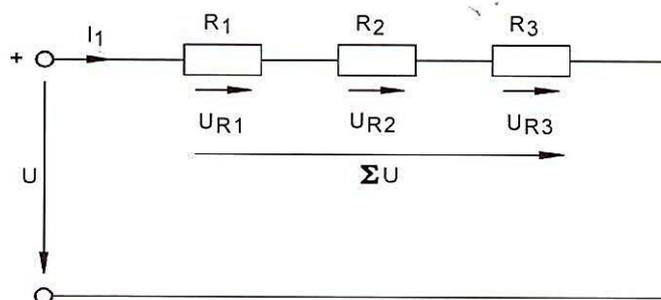
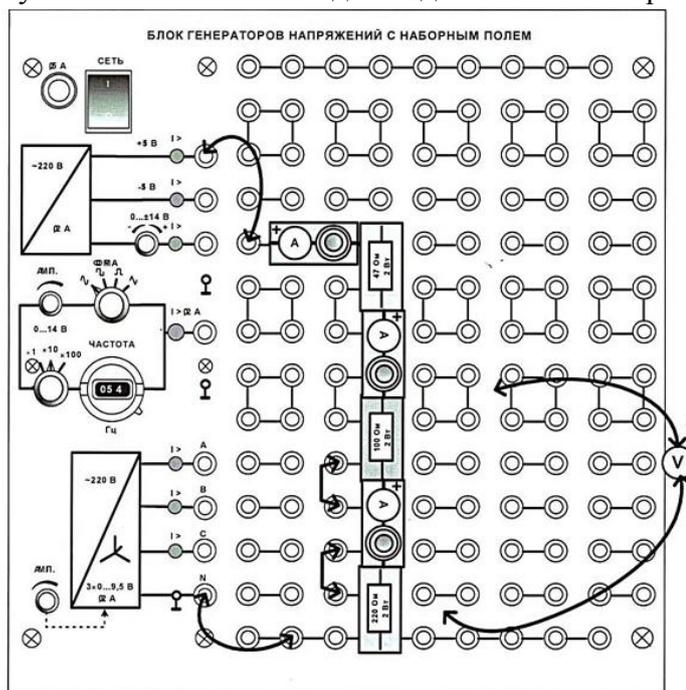

Рис. 2.1. Последовательное соединение резисторов
Рис. 2.2. Монтажная схема
- 5.1. Соберите цепь согласно принципиальной схеме (Рис. 2.1) и монтажной схеме (Рис. 2.2). Используйте источник напряжения «+15 В». Последовательно с резисторами  $R_1 = 47 \text{ Ом}$ ,  $R_2 = 100 \text{ Ом}$  и  $R_3 = 220 \text{ Ом}$  установите миниблоки для подключения амперметра.